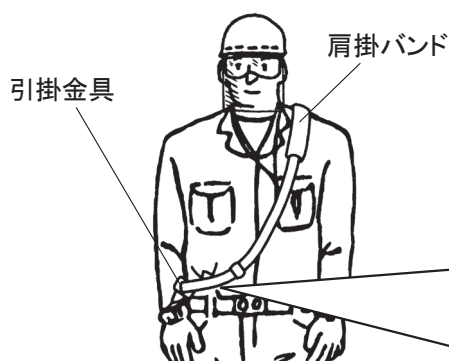

図.1
- ① 肩掛バンドは消耗品です。切れ、ほつれ、損傷などが無いことを確認し、図.1のように装着してください。